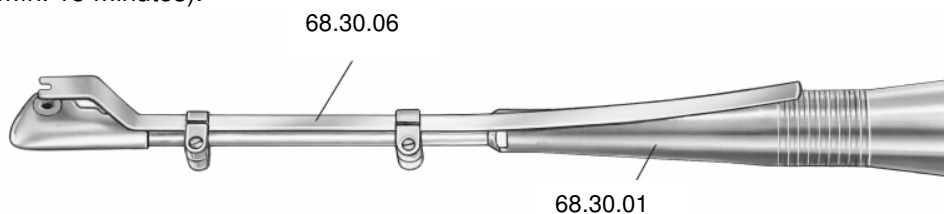

Fig. 2
2. Separar ambas mordazas de sujeción entre sí (fig. 9) y fijarlas aproximadamente en las distancias de la ilustración global (fig. 2). Ajustar el dispositivo de sujeción de tornillos y apretar los tornillos de sujeción de las mordazas. Tener cuidado de que las mordazas estén ajustadas paralelas con el muelle de sujeción.